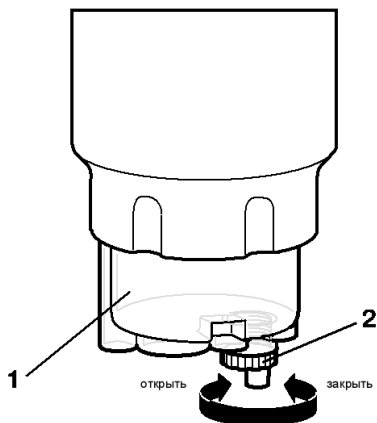

Рисунок 41 - Слив воды:
2. Отвернуть резьбовую пробку сливного отверстия 2 (рисунок 41) на дне водосборника 1 на 1-2 оборота и дать воде и примесям стечь в подставленную ёмкость.